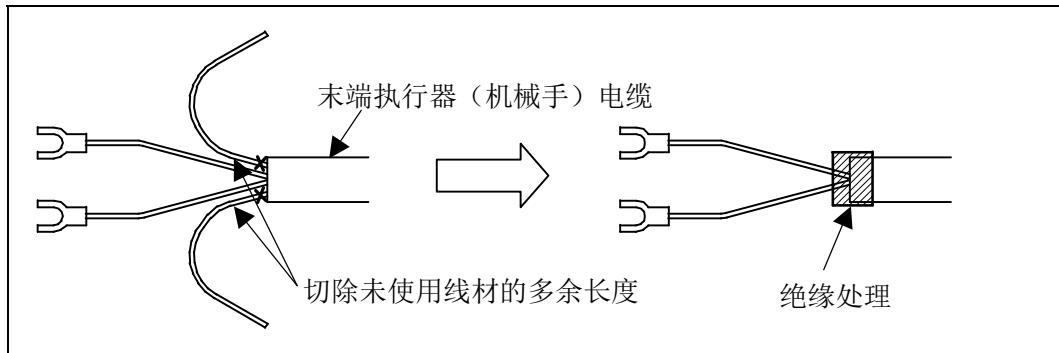

图5 末端执行器(机械手)电缆的处理方法
- 请剪除末端执行器(机械手)电缆的未使用导线的多余部分并进行绝缘处理。如缠绕醋酸布胶带等。(见图5)